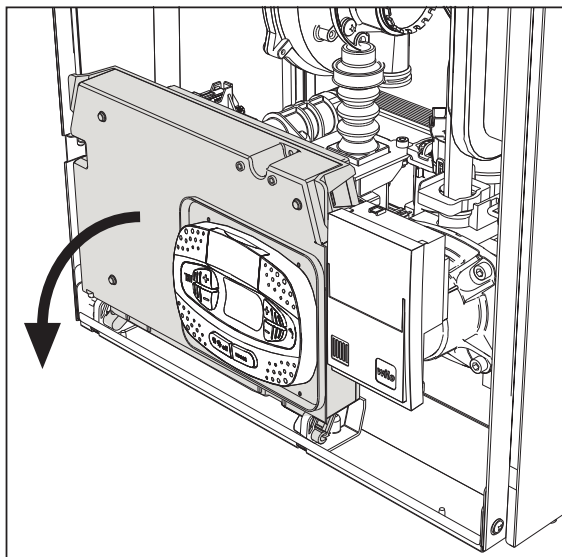
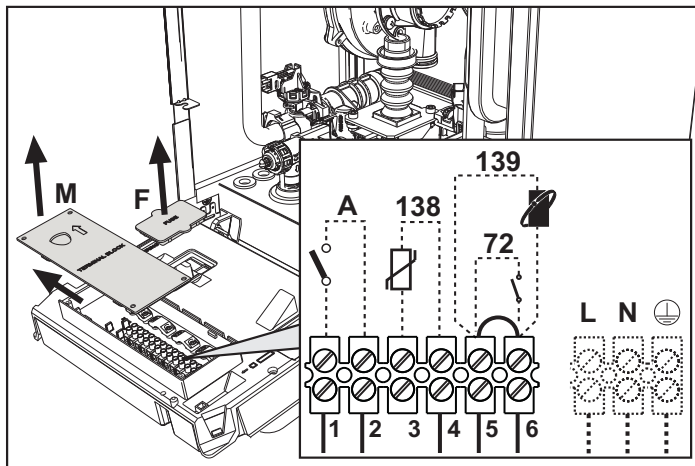

рис. 19
рис. 20
После снятия передней панели (*** 'Открытие передней панели' on page 81 ***) можно получить доступ к клеммной колодке (М) и предохранителю (F), действуя согласно нижеприведенным указаниям (рис. 19 и рис. 20). **Клеммы, указанные на рис. 20, должны иметь чистые контакты (не 230В).** Расположение зажимов и их назначение показаны также на электрической схеме на рис. 62.